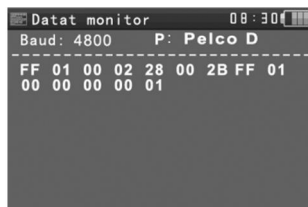

Рис.51 Подменю **Data monitor**
2. С помощью кнопок  выберите подменю  и нажмите  (Рис.51).